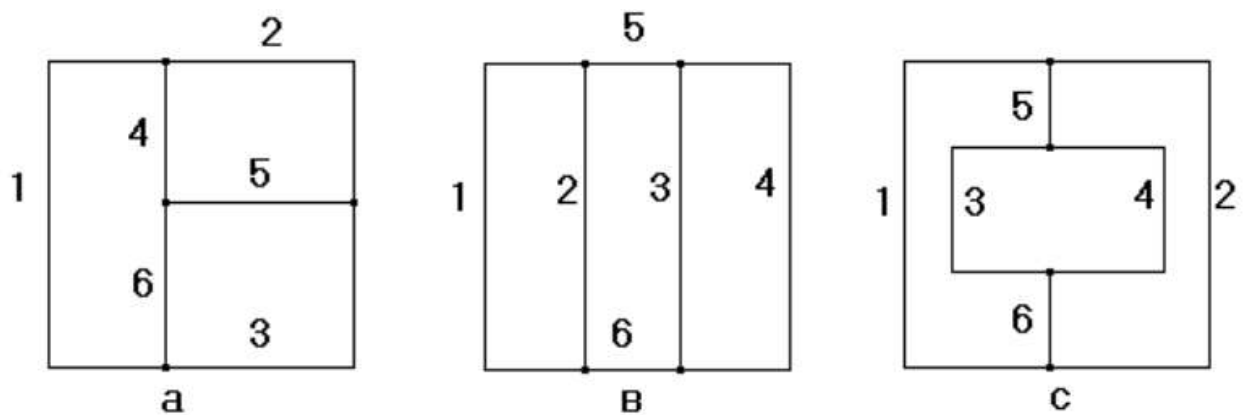
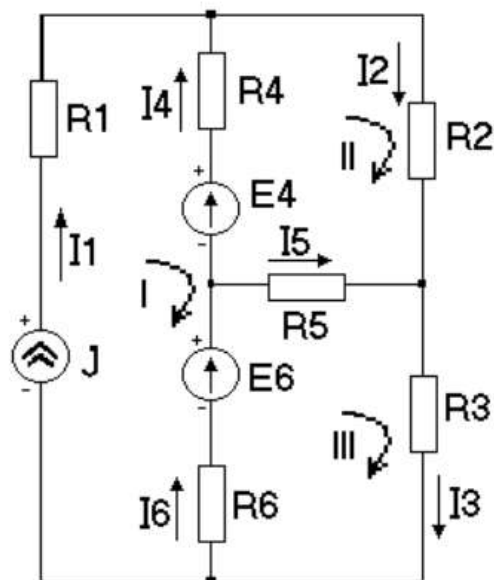

Рисунок 1
рис.2
12. Конфигурация электрической цепи (граф цепи) выбирается по рис. 1 в соответствии с номером варианта. Для вариантов с номерами 1-27 используется граф а, с номерами 28-54 – граф в, с номерами 55-81 – граф с.
1. Требуется рассчитать цепь, изображенную графом а (см. рис. 1), с параметрами  $J_1=2(\text{A})$ ,  $E_4=35(\text{В})$ ,  $E_6=45(\text{В})$ ,  $R_1=R_3=R_5=5,4(\text{Ом})$ ,  $R_2=R_4=R_6=6,8(\text{Ом})$ . Подлежащая расчёту цепь будет иметь вид (рис. 2).
Уравнения по второму закону Кирхгофа, составленные в соответствии с обходом контуров I, II, III, показанных на рис. 2:
3. Метод контурных токов. Для рассматриваемой цепи, состоящей из трех взаимно-зависимых контуров (см. рис. 2), система уравнений относительно контурных токов имеет вид:
В соответствии с принятыми в п.2 положительными направлениями токов в ветвях (см.рис.2) вычисляем их значения:
Примем потенциал узла D равным нулю (см.рис.2) и будем считать неизвестными  $\phi_A, \phi_B, \phi_C$ . Составим систему уравнений по методу узловых потенциалов:
Проверим значения токов  $I_4$  и  $I_5$ , направления которых показаны на рис.2, по закону Ома: